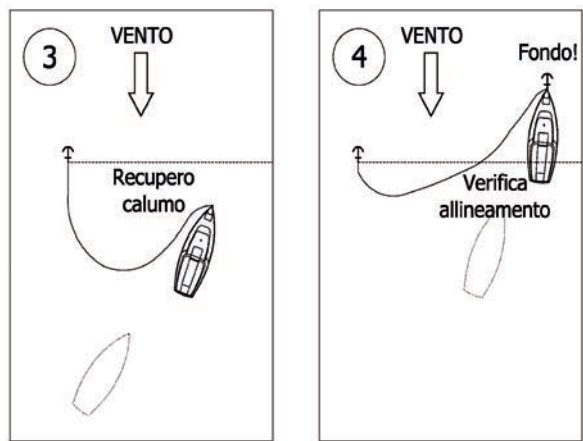

Figura 4
4. Arrivati nel punto giusto, al traverso della prima ancora, avanzare un po' sopravento in modo che l'allineamento sulla prima ancora sia truardato, grosso modo, dal pozzetto, perché dovremo dare alla seconda ancora lo spazio necessario per arare e agguantare il fondo. In questo momento il calumo della prima ancora non andrà più recuperato, ma anzi filato di nuovo in acqua, mai però eccessivamente onde evitare che finisca sotto la chiglia e attorno all'elica. Infatti, stiamo avanzando oltre l'allineamento e la distanza dalla prima ancora sta in parte aumentando. Diamo ora fondo alla seconda ancora cercando di separare nettamente le due linee d'ancoraggio per non intrecciare o incattivire i due calumi. Nel momento in cui la seconda ancora tocca e si distende sul fondo arretriamo a motore e contemporaneamente filiamo la catena distendendola mano a mano dietro all'ancora (Figura 4).